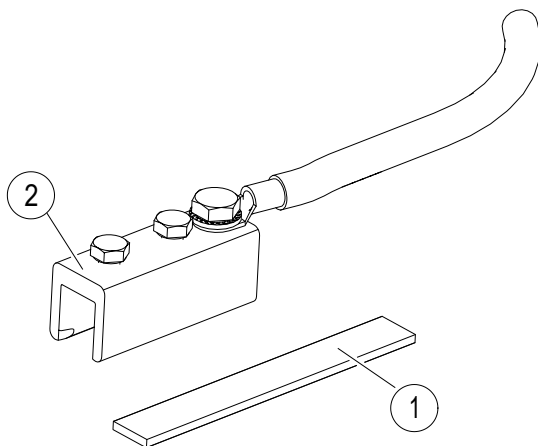

Abb. 45: Einspeiseklemme mit Kupferbandstück
- Gehäusehälften und beigelegte Teile zur Seite legen (siehe Abb. 45).